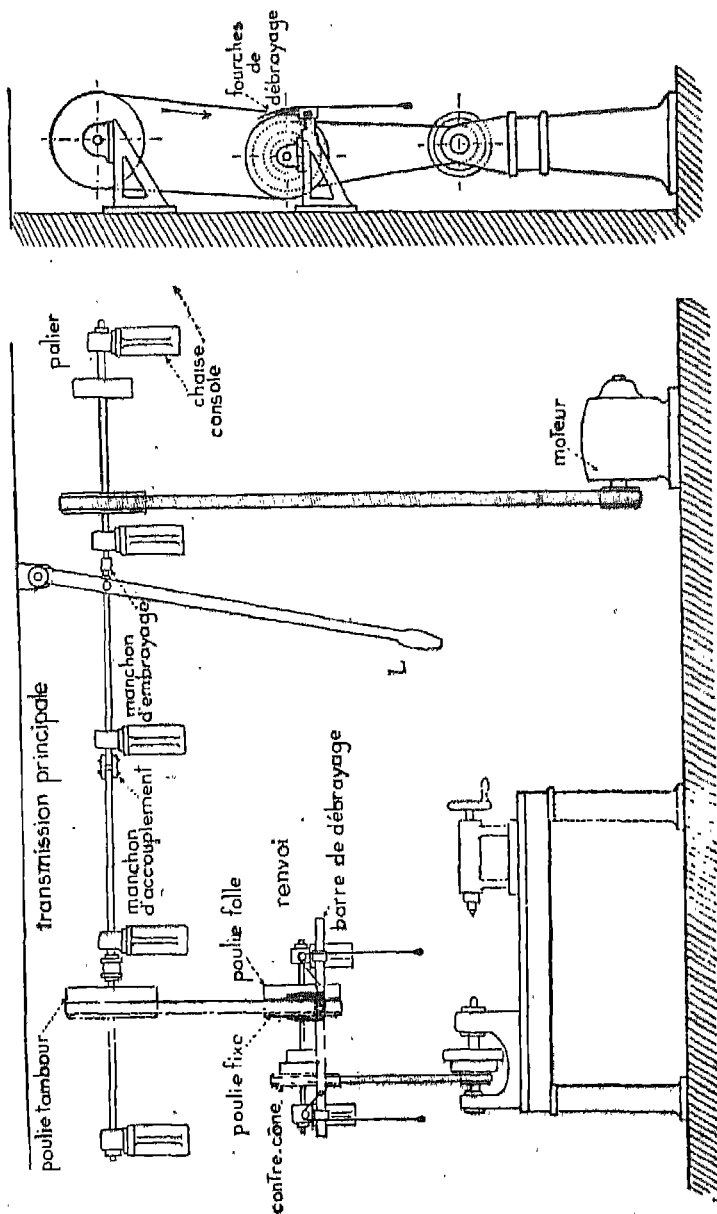

Fig. 10. — Ensemble d'une transmission d'atelier.
5. Étudiez la figure 10 et dites comment le mouvement de rotation de la poulie du moteur est transmis à l'arbre du tour.
b) Cependant, il existe encore des ateliers où un seul moteur commande toutes les machines outils (fig. 10).